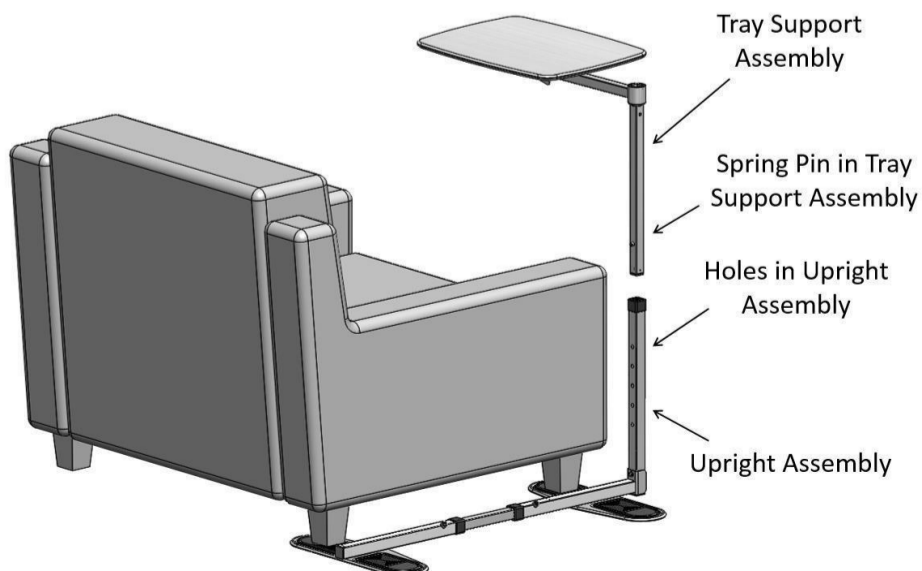

FIGURE 6
6. Appuyez sur la goupille à ressort de l'ensemble de support de plateau et faites glisser l'ensemble de support de plateau dans l'ensemble vertical. Laissez la goupille à ressort s'engager dans l'un des trous de l'ensemble vertical, comme illustré à la FIGURE 6.